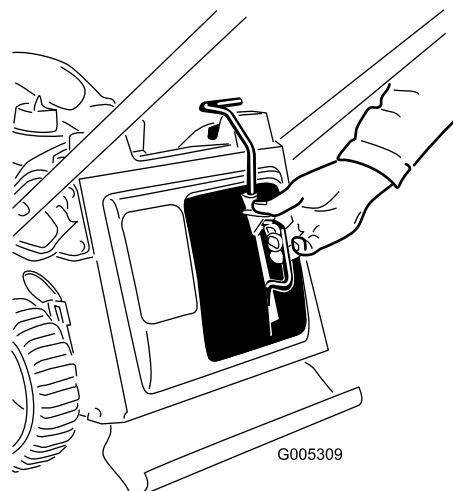

図9
2. レバーについているボタンを親指でいっばいに押し込んでマルチプラグを開口部に完全にはめる図9。